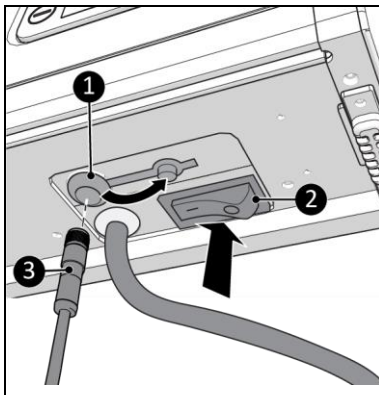

Figura 12
1. Asigurați-vă că comutatorul PORNIT/OPRIT se află în poziția OPRIT (Figura 12, poz. 2).
2. Cuplați conectorul senzorului de temperatură (Figura 12, poz. 3) la mufa senzorului (Figura 12, poz. 1).